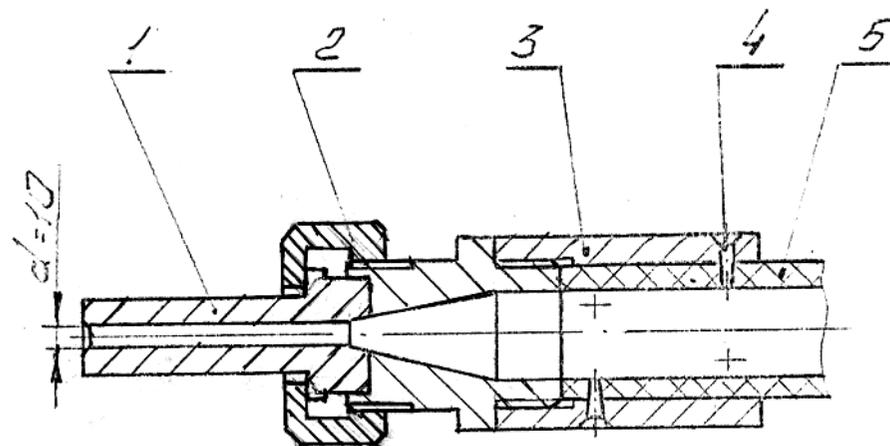

Рис.4 Узел крепления соплодержателя.
6.7.2. На свободном конце напорного рукава с помощью шурупов закрепить муфту 3 соплодержателя в соответствии с рис.4.